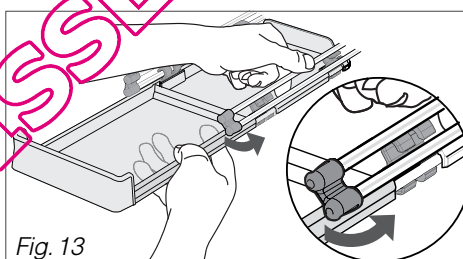

Fig. 13
- Soutenez le tiroir d'une main et désengagez la glissière de ses crochets en poussant la tige inférieure vers l'extérieur (fig.13). Procédez de la même façon pour l'autre glissière.